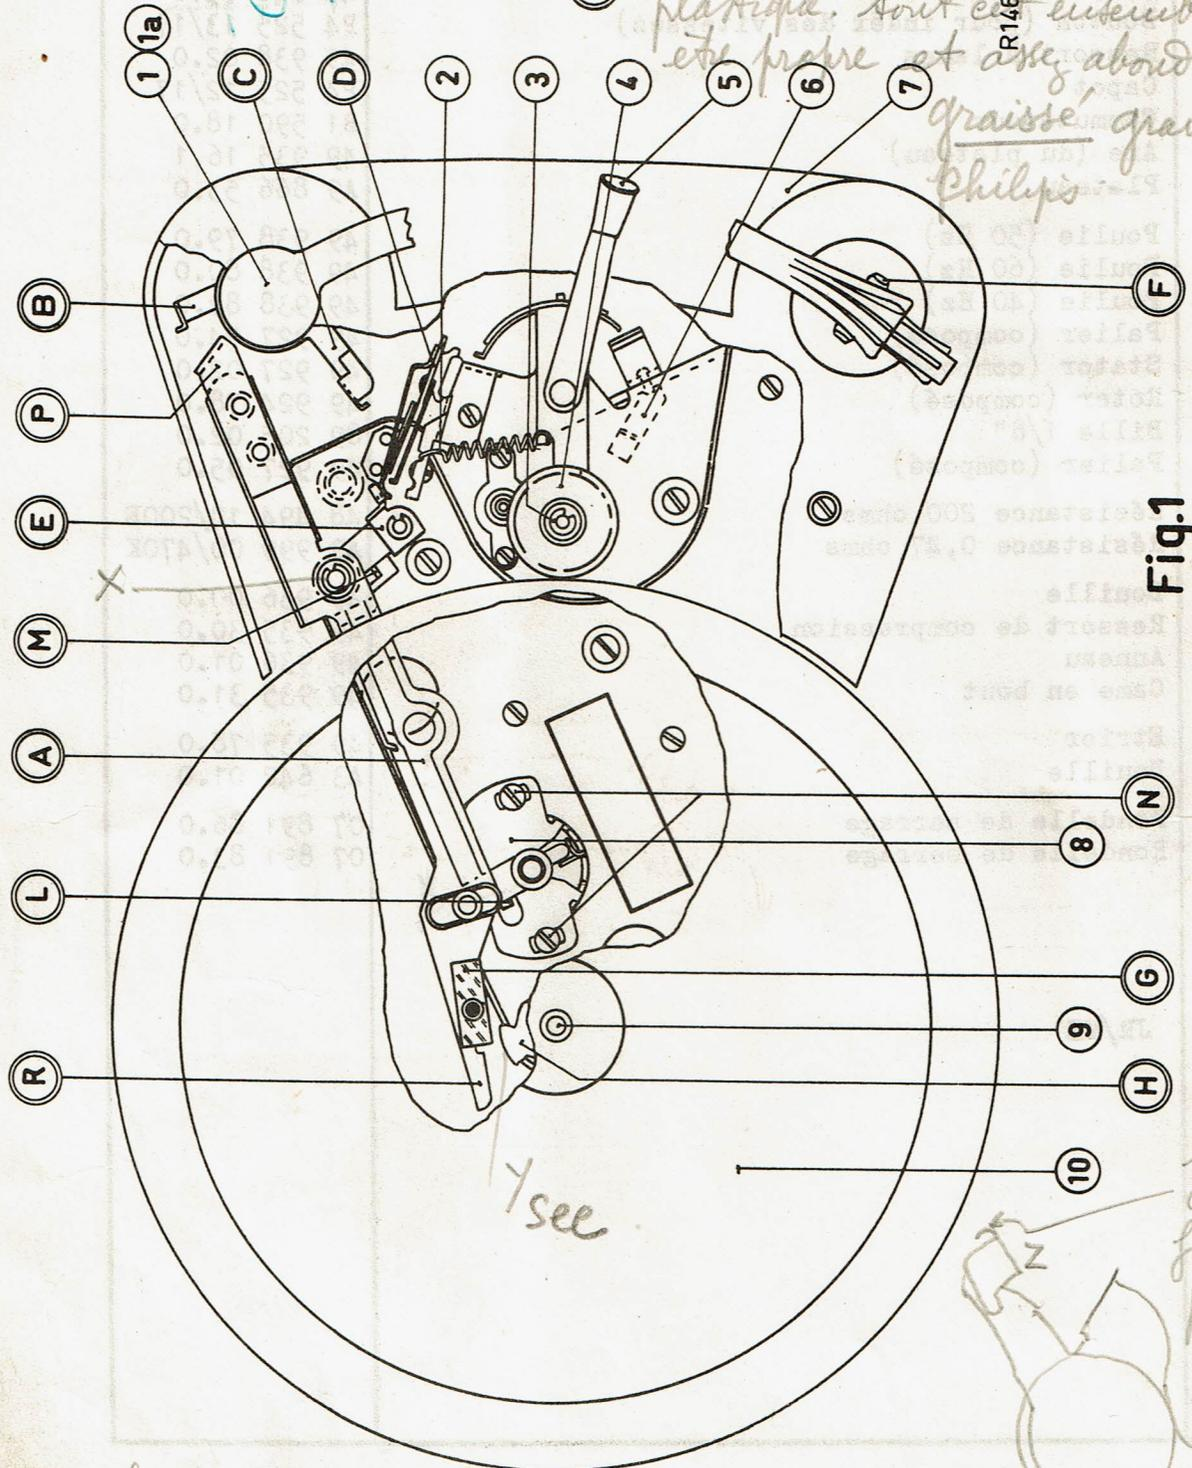

Fig. 1
A la position de "78 t/m" l'étrier, sur lequel l'axe de la roue intermédiaire est monté, ne doit pas toucher la plaque du moteur et la roue intermédiaire doit se poser à au moins 1,5 mm au dessus de la face inférieure de la face de roulement du plateau. En outre il faut que dans la position "33 1/3" l'axe de la roue intermédiaire soit tout à fait libre du capot (fig. 1).
Au besoin plier l'étrier sur lequel la roue intermédiaire est fixée. L'élasticité du petit ressort de la roue intermédiaire (4 fig. 1) doit se monter à 90-100 gr. Ceci peut être mesuré à l'aide d'un dynamomètre. Si l'élasticité est trop grande, il faut allonger légèrement le ressort, tandis qu'en cas d'une trop petite tension de ressort, celui-ci doit être un peu raccourci. Lorsque ceci ne suffit pas, il faut alors changer le petit ressort.
- Fig. 1 Vue de dessus